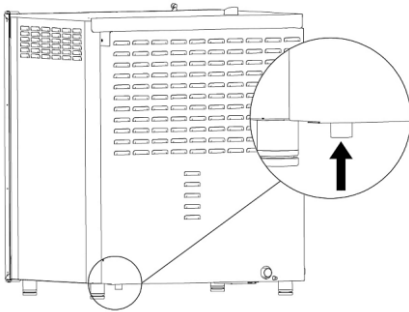

Abb. 4
- Schließen Sie den mitgelieferten Wasserzulaufschlauch an das Anschlussstück (3/4“) des Gerätes an. Sitz des Anschlussstückes: hinten rechts unterhalb des Gerätes (Abb. 4).